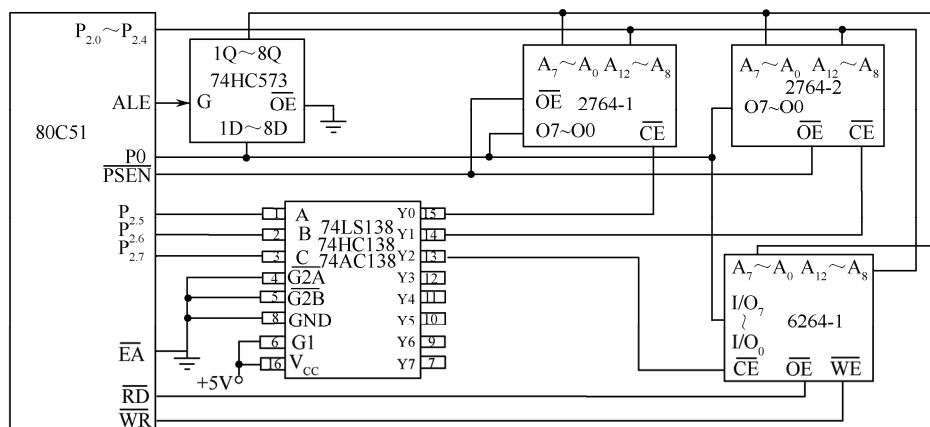

图 9.36 题 9.17 图
9.17 如图 9.36 所示, 完成下面的任务: (1) 指出图中 2764-1 的地址范围; (2) 外部扩展程序存储器容量共多少? (3) 编写将程序存储器中 1000H 的内容读出到寄存器 A 中的程序段。